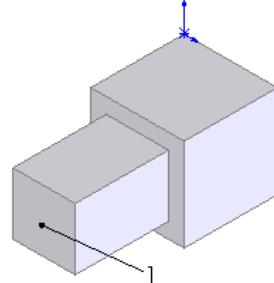

图 3-120 绘制的草图
**07** 设置视图方向。单击“标准视图”工具栏中的“等轴测”图标 ，将视图以等轴测方向显示，结果如图 3-120 所示。
**09** 设置属性管理器。在“拔模类型”一栏的下拉菜单中，选择“分型线”选项；在“拔模角度”一栏中输入值 10 度；在“拔模方向”一栏中，选择图 3-120 中的面 1；在“分型线”一栏中，选择图 3-120 中两实体相交的 4 条边线。
**01** 重复分型线拔模的步骤，绘制如图 3-120 所示的图形。
**03** 设置属性管理器。在“拔模类型”一栏的下拉菜单中，选择“阶梯拔模”选项；在“拔模角度”一栏中输入值 10 度；在“拔模方向”一栏中，选择图 3-120 中的面 1，并单击“反向”按钮图形，使拔模方向指向内侧；在“分型线”一栏中，选择图 3-120 中两实体相交的 4 条边线。